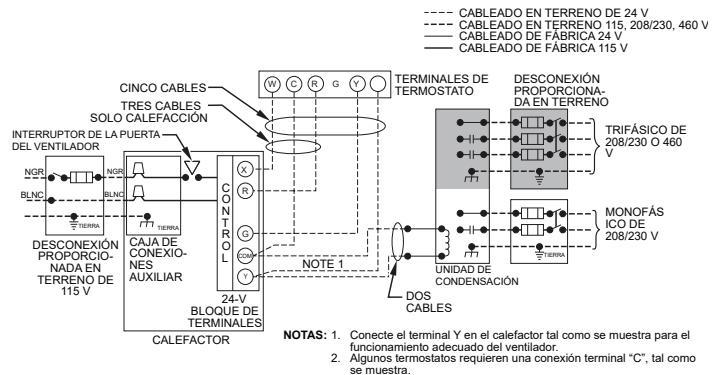
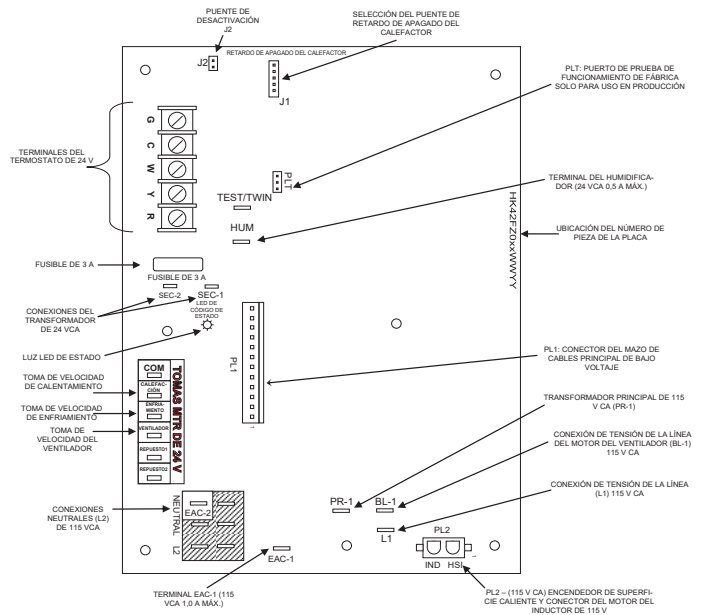

Fig. 33 – Diagrama de cableado monofásico típico A190079SP
Fig. 37 – Ejemplo de control monofásico del calefactor A190023SP
Consulte la Fig. 33 para ver un diagrama eléctrico in situ que muestra un cableado de 115 V típico. Compruebe que todas las conexiones de fábrica y realizadas sobre el terreno estén bien apretadas.
6. Conecte los cables de alimentación y neutro a los cables de alimentación del calefactor como se muestra en la Fig. 33.
5. Conecte los cables de alimentación y neutro del sitio a los cables de alimentación del calefactor como se muestra en la Fig. 33.
Establezca las conexiones de 24 V in situ a la tira de terminales de 24 V. Consulte la Fig. 37. Conecte el terminal Y como se muestra en Fig. 33 para una función de enfriamiento adecuada. Utilice exclusivamente cable para termostato de cobre AWG número 18 con código de color.
El circuito de 24 V tiene un fusible de 3 A para automóvil situado en el control. Cualquier cortocircuito durante la instalación, el servicio o mantenimiento podría hacer saltar este fusible. Si hace falta reemplazar el fusible, utilice SOLO un fusible de 3 A de tamaño idéntico. Consulte la Fig. 37.
(Consulte la Fig. 38y la Fig. 37)